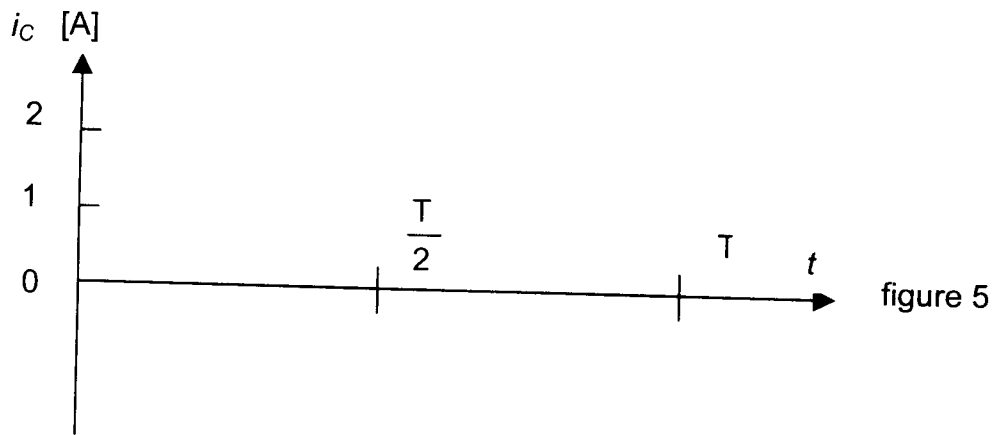

figure 5
- Donner l'allure du courant $i_c(t)$ sur le document réponse n°1 figure 5.